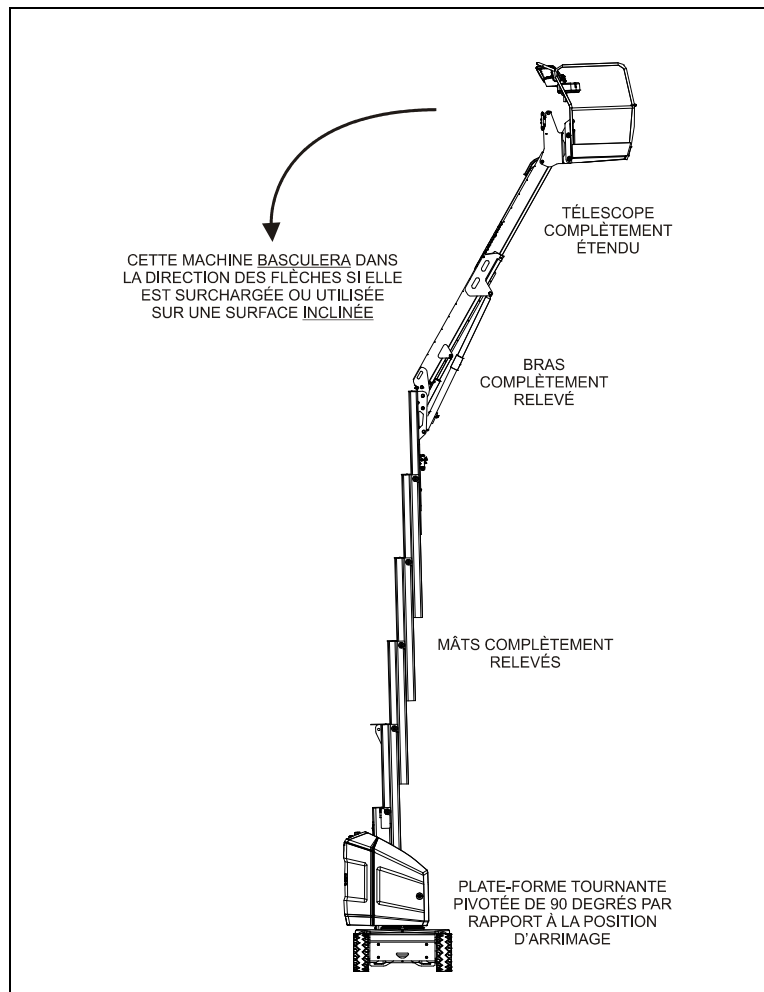

Figure 3-1. Position la moins stable vers l'ARRIERE
La stabilité de la machine est basée sur deux (2) conditions, appelées stabilité VERS L'AVANT et stabilité VERS L'ARRIÈRE. La position la moins stable de la machine vers l'AVANT est illustrée sur la Figure 3-2. et la position la moins stable de la machine vers l'ARRIÈRE est illustrée sur la Figure 3-1.